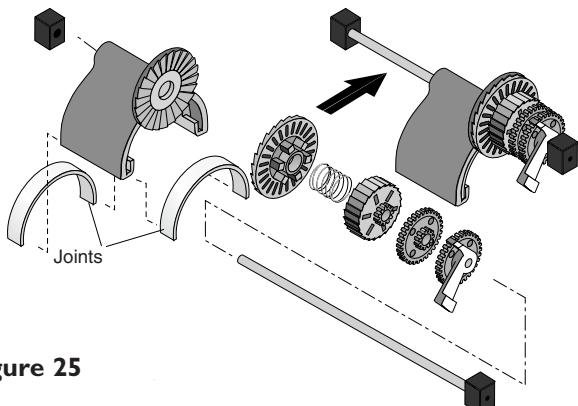

Figure 25
2. Poser l'oscillateur sur l'arbre long à pignons. Poser le pignon à cliquet sur l'arbre de façon que sa denture s'engrène avec le cliquet de l'oscillateur. Reposer le ressort, le tambour à cliquet, les pignons (le plus grand en premier) puis la came (le côté pignons en premier) sur l'arbre (Figure 25). Pendant qu'on les installe, immobiliser les pignons sur l'arbre, puis comprimer le ressort de l'embrayage de façon à permettre à l'ensemble de glisser en place entre les axes (Figure 25).